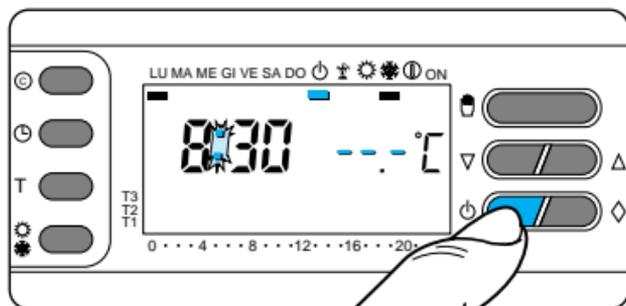

Fig. 74
13.9 - Premere una volta il pulsante \circlearrowright . Il segmento attivo sotto \circlearrowright conferma l'esclusione di THERMOPROGRAM dal controllo dell'impianto e scompare il grafico del programma (fig.74).